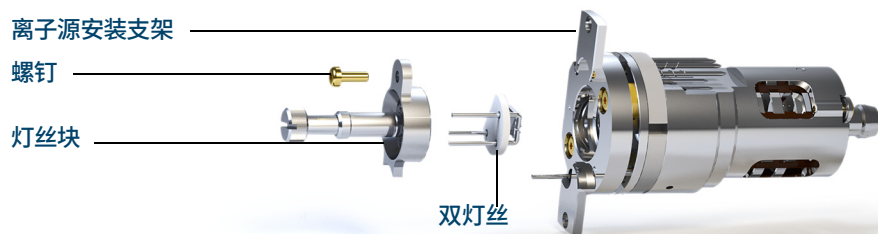

图 56 更换双灯丝
- 4 卸下用于将灯丝块固定到离子源安装支架上的螺丝。(请参阅图 56。)
（请参阅图 56（第 156 页）。）